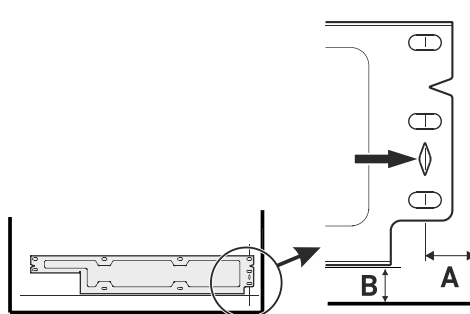

Fig. 33
- ▶ Allineare la staffa di fissaggio inferiore alle linee Fig. 33 (A) e Fig. 33 (B). Montare con almeno sei viti 4x16.